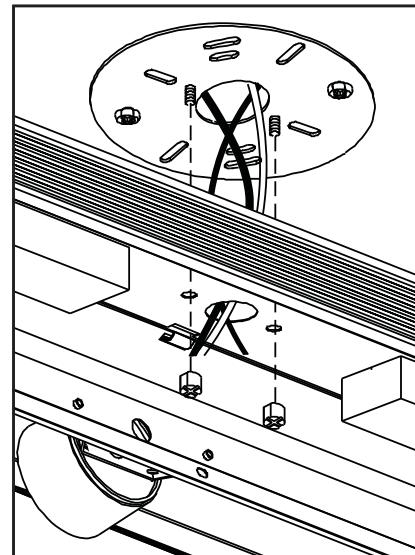

Figure 2
- 5) Lift fixture to ceiling and insert power leads through open hole. Position housing over the two screws (10) on Mounting Plate (12) and secure with finials (8). See Fig 2.
5) Soulevez le luminaire jusqu'au plafond et passez les fils d'alimentation à travers le trou ouvert. Positionnez le boîtier au-dessus des deux vis (10) sur le cadre de montage (12) et le fixer avec des fleurons (8). Voir fig. 2.